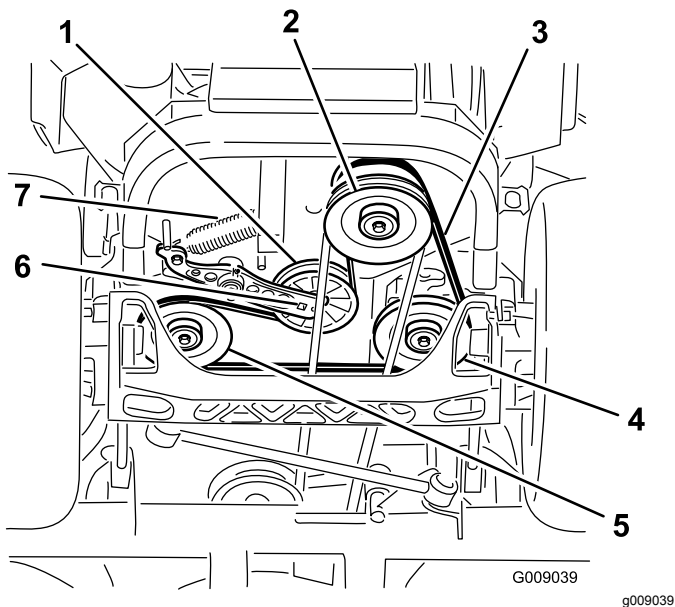

Figure 95
- Soulevez la machine sur des chandelles (Figure 95).
5. Insérez un rochet dans le trou carré du bras de la poulie de tension pour déposer le ressort de la poulie de tension (Figure 95).
6. Décrochez le ressort de tension sur le cadre (Figure 95).
9. Insérez un rochet dans le trou carré du bras de tension pour installer le ressort de la poulie de tension sur le cadre (Figure 95).